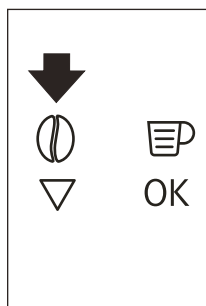

Abb. 15
- Drücken Sie das ☉ Symbol (B4) (Abb. 15) und wählen Sie die Funktion für vorgemahlenen Kaffee.
- Wenn Sie anschließend wieder zurück zur Kaffeebereitung mit Kaffeebohnen schalten wollen, deaktivieren Sie die Funktion für vorgemahlenen Kaffee mit der Sensortaste ☉ (B4) (Abb. 15).